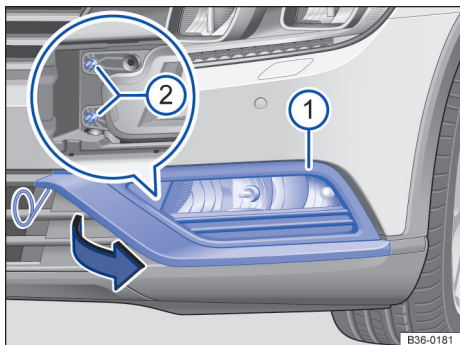

Fig. 221 No para-choque dianteiro à esquerda: lanterna para luz de neblina e farol de rodagem diurna.
- ① Observar a lista de controle e executar as ações → Página 290.
- ② Introduzir o gancho extrator das ferramentas de bordo → Página 286 no entalhe conforme mostrado e puxar a cobertura → Fig. 221 ① com o gancho extrator para frente no sentido da seta.
- ③ Remover os parafusos de fixação do farol → Fig. 221 ② com a chave de fenda.
12 Introduzir os parafusos de fixação do farol → Fig. 221 2.
13 Recolocar a cobertura → Fig. 221 1 novamente no para-choque e travar.